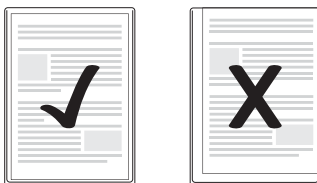

Bild 1
- Se till så att det finns ett avstånd på minst två mm mellan plastfickans och dokumentets kanter, så som visas på bild 1.
- ▶ Se till så att det finns ett avstånd på minst två mm mellan plastfickans och dokumentets kanter, så som visas på bild 1.